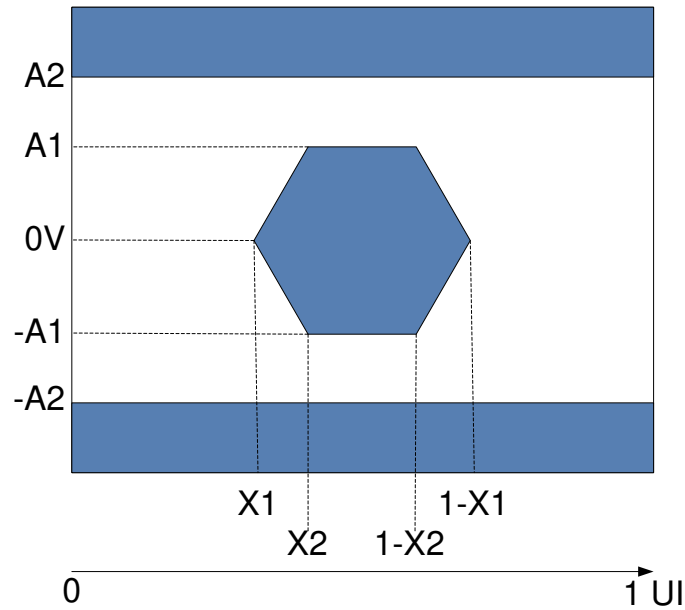

図 5-12. HSSI アイ特性
(1) DMD を動作させるには、すべての電源接続が必要です。 V_{DD} 、 V_{DDA} 、 V_{OFFSET} 、 V_{BIAS} および V_{RESET} 。DMD を動作させるには、すべての V_{SS} 接続が必要です。
(2) すべての電圧値は、グランド ピン (V_{SS}) を基準としたものです。
(3) 過剰な電流を防止するため、電源電圧のデルタ $|V_{DDA} - V_{DD}|$ は、指定限界値よりも小さい必要があります。
(4) 過剰な電流を防止するため、電源電圧のデルタ $|V_{BIAS} - V_{OFFSET}|$ は、指定限界値よりも小さい必要があります。
- (5) 200 μ s の 3 つのグローバルリセットに基づく電源消費電力。
- (6) LVCMOS 入力仕様は、ピン DMD_DEN_ARSTZ に対するものです。
- (7) LVCMOS 出力仕様は、ピン LS_RDATA_A および LS_RDATA_B に対するものです。
- (8) 図 5-12 \(1e-12 BER\) を参照してください。
- (9) 「推奨動作条件」で定義